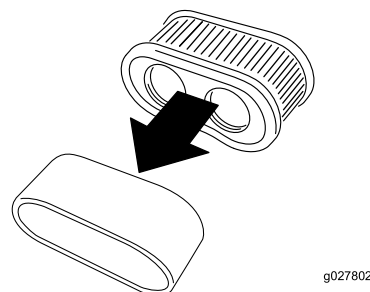

Figure 33
5. Séparez les éléments en mousse et en papier (Figure 33).